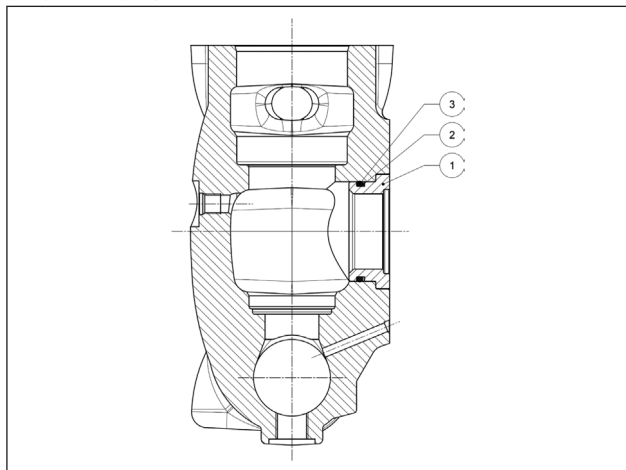
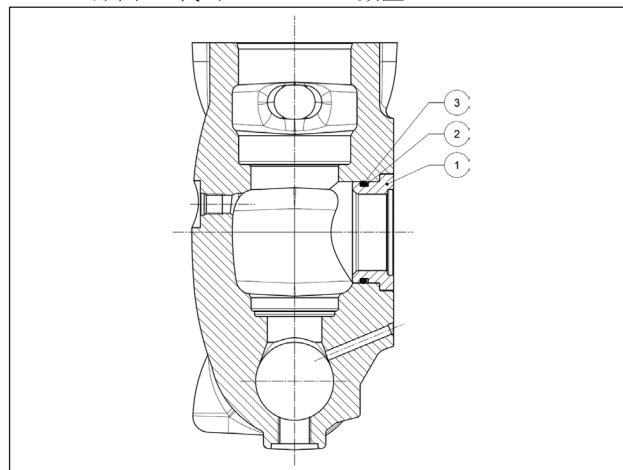

图 167
图 168
必须通过驱动带有防挤压环（位置①）和O形环（位置③）的衬套（位置②）来组装图 167中的机加工头如 LK36-40-45 和 图 168中的 LK50-55-60: